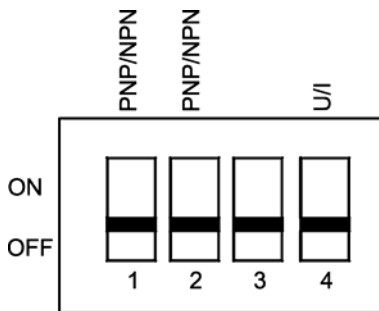

Рисунок 5.7 – Переключатели «S-200 (1-4)»
- 5.2.5.3 Переключатели «S-200 (1-4)» (см. рисунок 5.7) выполняют следующие настройки: